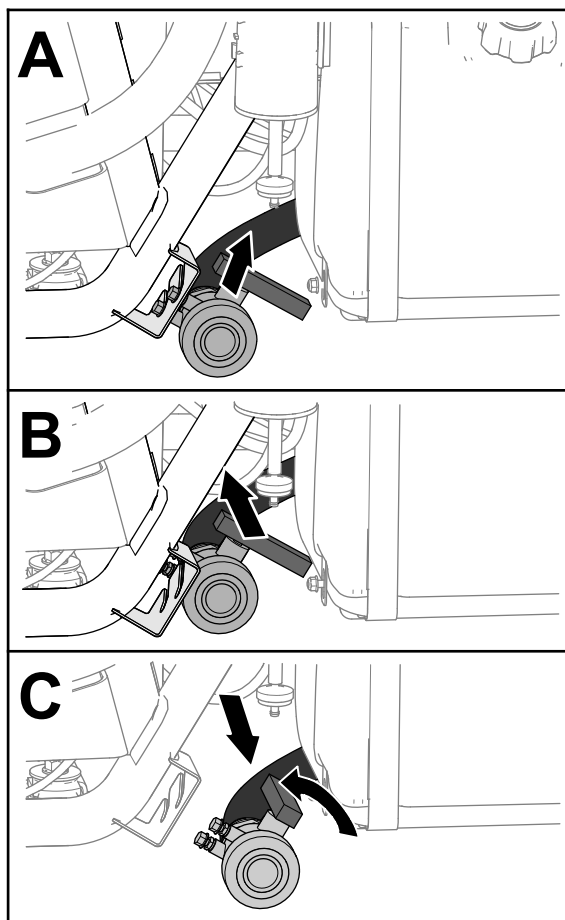

Figura 28
2. Localice la válvula de vaciado del depósito, situada en el lado izquierdo de la máquina, por delante del depósito de combustible (Figura 28).
3. Levante la válvula y muévala hacia dentro hasta que los espárragos de montaje de la válvula salgan de las ranuras del soporte de la válvula de vaciado, y mueva la válvula hacia atrás (Figura 28).
4. Alinee el extremo de la válvula con el recipiente de vaciado y gire la palanca de la válvula en sentido antihorario a la posición de abierto (Figura 28).
5. Cuando el depósito se haya vaciado por completo, gire la maneta de la válvula de vaciado a la posición de cerrado y monte la válvula en el soporte de la válvula de vaciado (Figura 28).